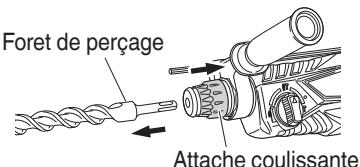

Fig. 3
- (3) Vérifier que le foret est bien verrouillé en tirant dessus.
(4) Pour retirer le foret de perçage, tirer complètement l'attache coulissante dans le sens de la flèche et sortir le foret. (Fig. 3)